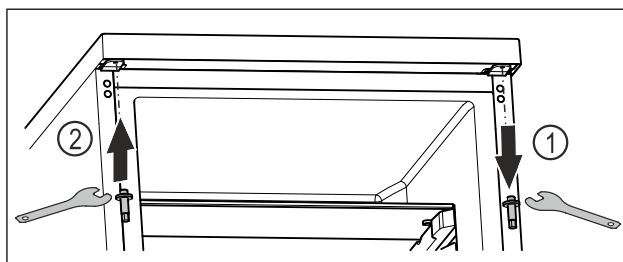

Fig. 18
- Wykręcić górny sworznię kluczem imbusowym. Fig. 18 (1)
- Przykręcić sworznię po przeciwnej stronie kluczem imbusowym. Fig. 18 (2)